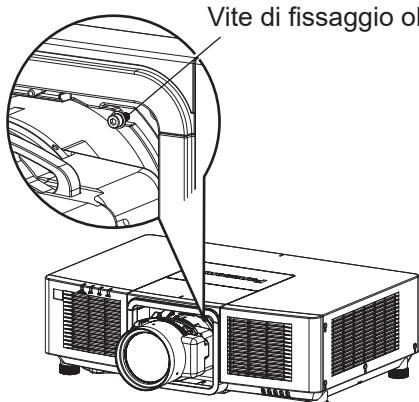

Fig. 1
1) Rimuovere la vite di fissaggio obiettivo. (Fig. 1)
- Per un obiettivo di proiezione diverso da un obiettivo zoom (Modello n.: ET-EMU100), rimuovere la vite a destra dell'obiettivo di proiezione mediante un cacciavite esagonale a punta sferica. (Fig. 1)